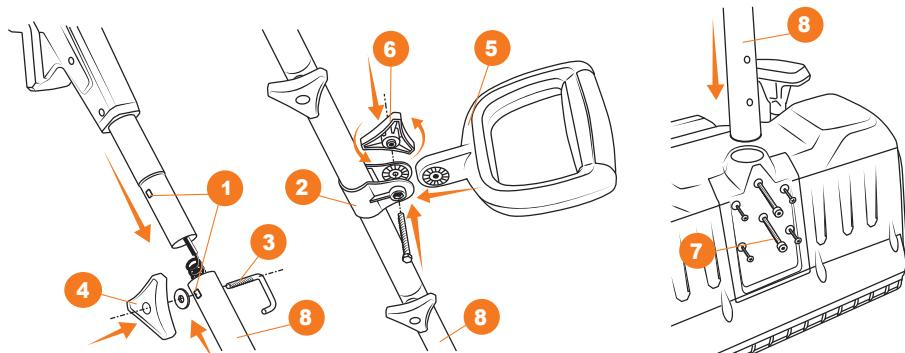

Рис. 3
- Установите дополнительную рукоятку 5 на специальное крепление 2 на штанге 3 (рис. 3).
- Вставьте винт-скобу ③ в отверстия и закрепите их с помощью специальной гайки ④.
- Закрепите штангу ⑧ в корпусе снегоуборщика с помощью специальных винтов ⑦.